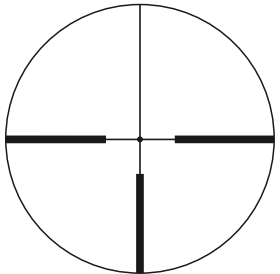

Fig. 3-1
(1) Focalização
- ① Olhe através da ocular com o olho afastado cerca de 10 cm (4 pol.) para ver o retículo iluminado nº. 4 com ponto (Fig. 3-1).